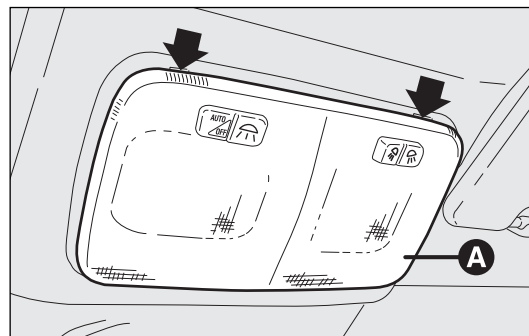
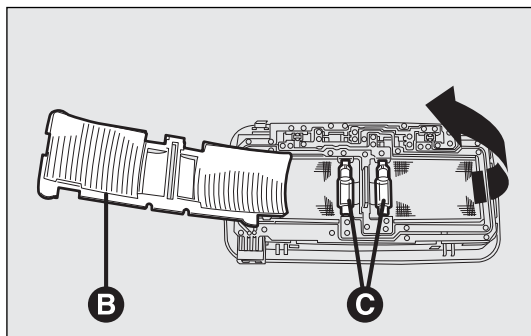

fig. 205
fig. 206
- ☐ actuar en los puntos indicados por las flechas y quitar el plafón A-fig. 205;
- ☐ abrir la tapa de protección B-fig. 206;
- ☐ sustituir las lámparas C-fig. 206 soltándolas de los contactos laterales y asegurándose de que las lámparas nuevas queden correctamente bloqueadas entre los mismos contactos;
- ☐ volver a cerrar la tapa B-fig. 206 y fije el plafón A-fig. 205 en su alojamiento asegurándose de que se bloquee.